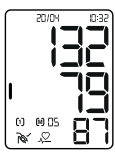

Fig. 3
- Depois de terminar a medição, os valores da tensão arterial sistólica e diastólica surgem simultaneamente no visor, assim como a pulsação, que aparece por baixo (ver Fig. 3).